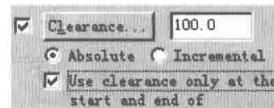

图 1-25
(3) 在外形铣削的参数对话框中的安全高度功能也进行了改进，安全高度只用于起点和终点操作上，如图 1-25 所示。